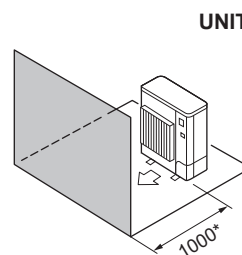

Fig. 2-10
- (4) Solo ostacoli anteriori (Fig. 2-10)